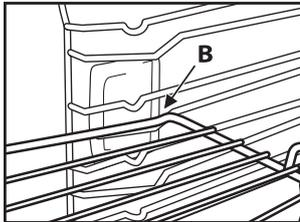

Fig. 2
2. Inclíne la parrilla cuando alcance la posición de bloqueo "B" (Fig. 2).